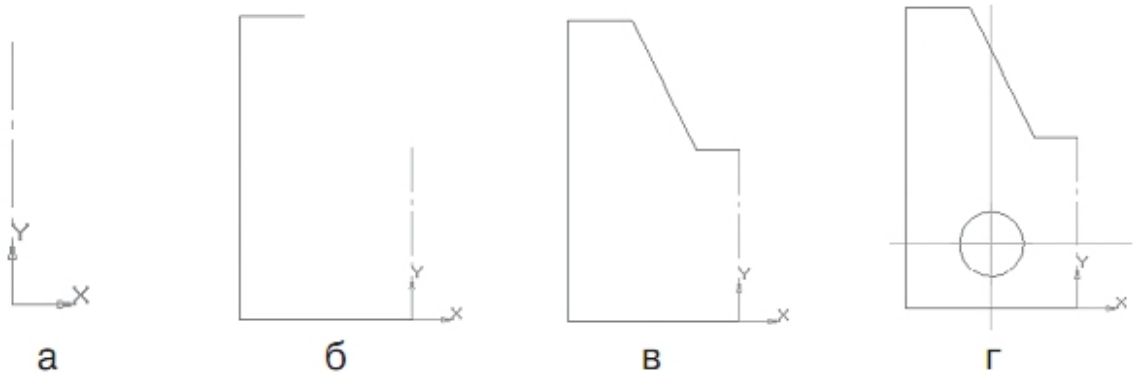

Рис. 2.22. Побудова наявної половинки зображення.
- побудуйте вертикальний відрізок довжиною 40 мм ($70 - 30 = 40$) тип лінії осьова за допомогою команди – відрізок (рис. 2.22, а);
- за допомогою безперервного введення об'єкта і ортогонального креслення побудуйте три відрізки: завдовжки 40 мм (довжина всієї деталі 80 мм), 70 мм, 15 мм ($40 - 25 = 15$), побудова половини деталі) – рис. 2.22, б;
- відключіть ортогональне креслення і побудуйте відрізок під нахилом. Спрацює глобальна прив'язка Найближча точка (рис. 2.22, в);
- на перетині прямих ліній побудуйте коло радіусом 7,5 мм ($\varnothing = 15$)-рис. 2.22, г;